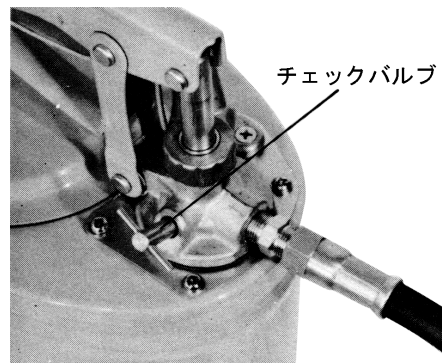

Fig.5
- 3) チェックバルブを締めてください。チェックバルブが緩んでいると圧力が上がりません。(Fig.5)